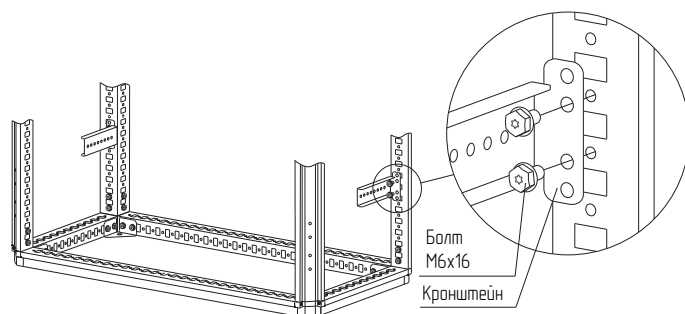

Рисунок 45
– вариант 1. Болтами М6×16 (рисунок 45). Момент затяжки – 7 Н·м;